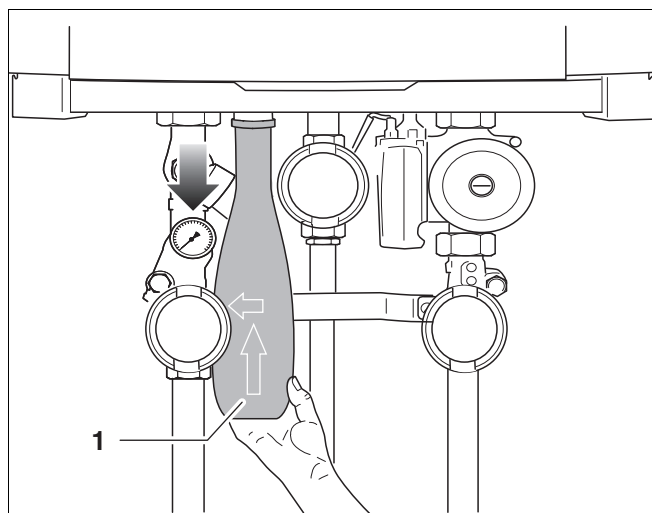

Bild 117 Lossa sifonen i anslutningsgruppen
- Lossa sifonen från kopplingen och ta ut den (bild 117, pos. 1).